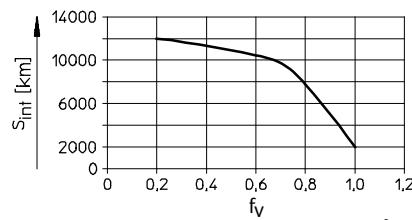

Fig. 12
- Divida en dos partes el intervalo de lubricación S_{int} (→ Fig. 12) si se da alguna de las siguientes situaciones:
| Intervalos de lubricación | (\Rightarrow Fig. 12) | | En caso necesario ¹⁾ | |
- Calcule el factor de compensación de carga f_v con ayuda de la fórmula para cargas combinadas (\Rightarrow 12 Especificaciones técnicas) y consulte el intervalo de lubricación S_{int} (\Rightarrow Fig. 12).
- Calcule el factor de compensación de carga f_v con ayuda de la fórmula para cargas combinadas (\Rightarrow capítulo 12 "Especificaciones técnicas") y consulte el intervalo de lubricación S_{int} (\Rightarrow Fig. 12).